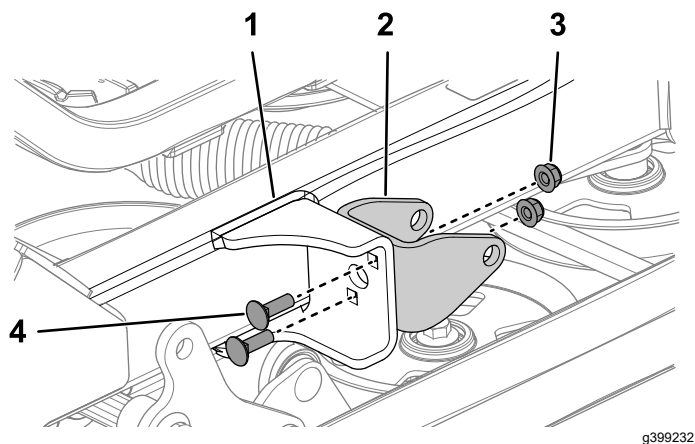

Figura 10
2. Fissate il supporto dell'attuatore al tubo del telaio di sinistra utilizzando 2 bulloni a testa tonda (5/16" x 1") e 2 dadi di bloccaggio (5/16"), come mostrato nella Figura 10.